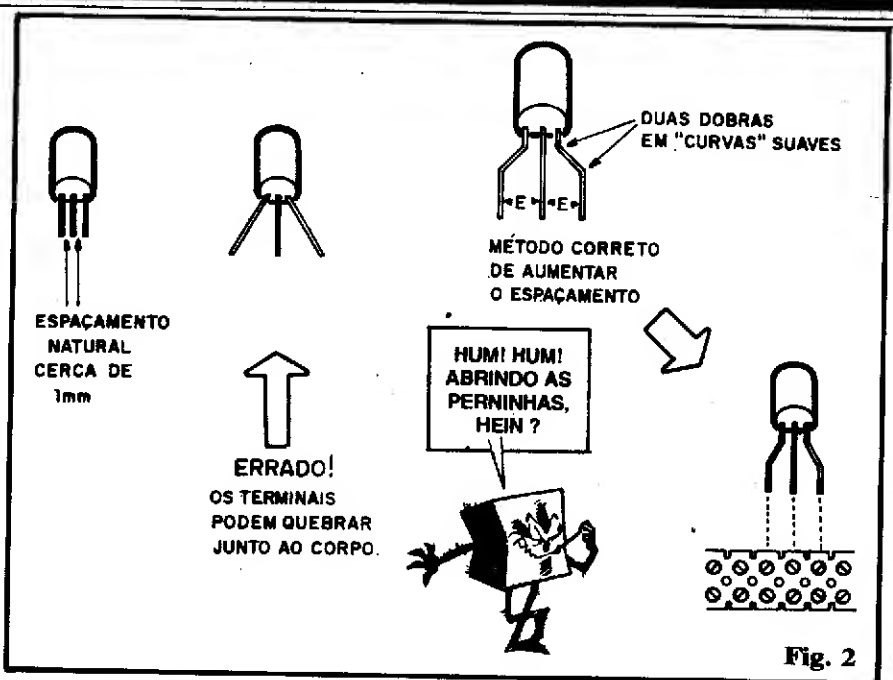

Fig. 2
- **FIG. 2** - Seguindo no assunto "afastamento", vamos a um exemplo dos mais típicos: a conexão de um transistor comum, de baixa potência, à barra (muitos Leitores/"Alunos" tropeçam por aí...). Conforme mostra a figura, o espaçamento ou afastamento natural dos terminais de um transistor de pequena potência (com os da série,